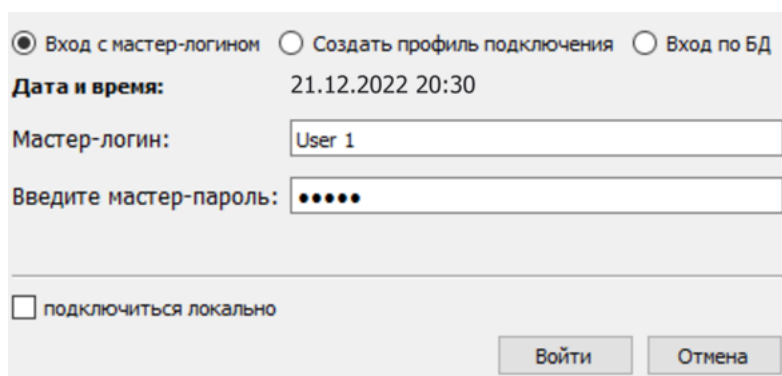

Рисунок 3.1 — Окно авторизации
3.1.1 Запуск ПО осуществляется при помощи ярлыка «КСДА», размещённого на рабочем столе пользователя, или запуском исполняемого файла «ksda_gui.exe» из директории установки «ПО КСДА». После успешного запуска отображается окно авторизации, в котором по умолчанию выбран пункт «Есть учетная запись» (рисунок 3.1).